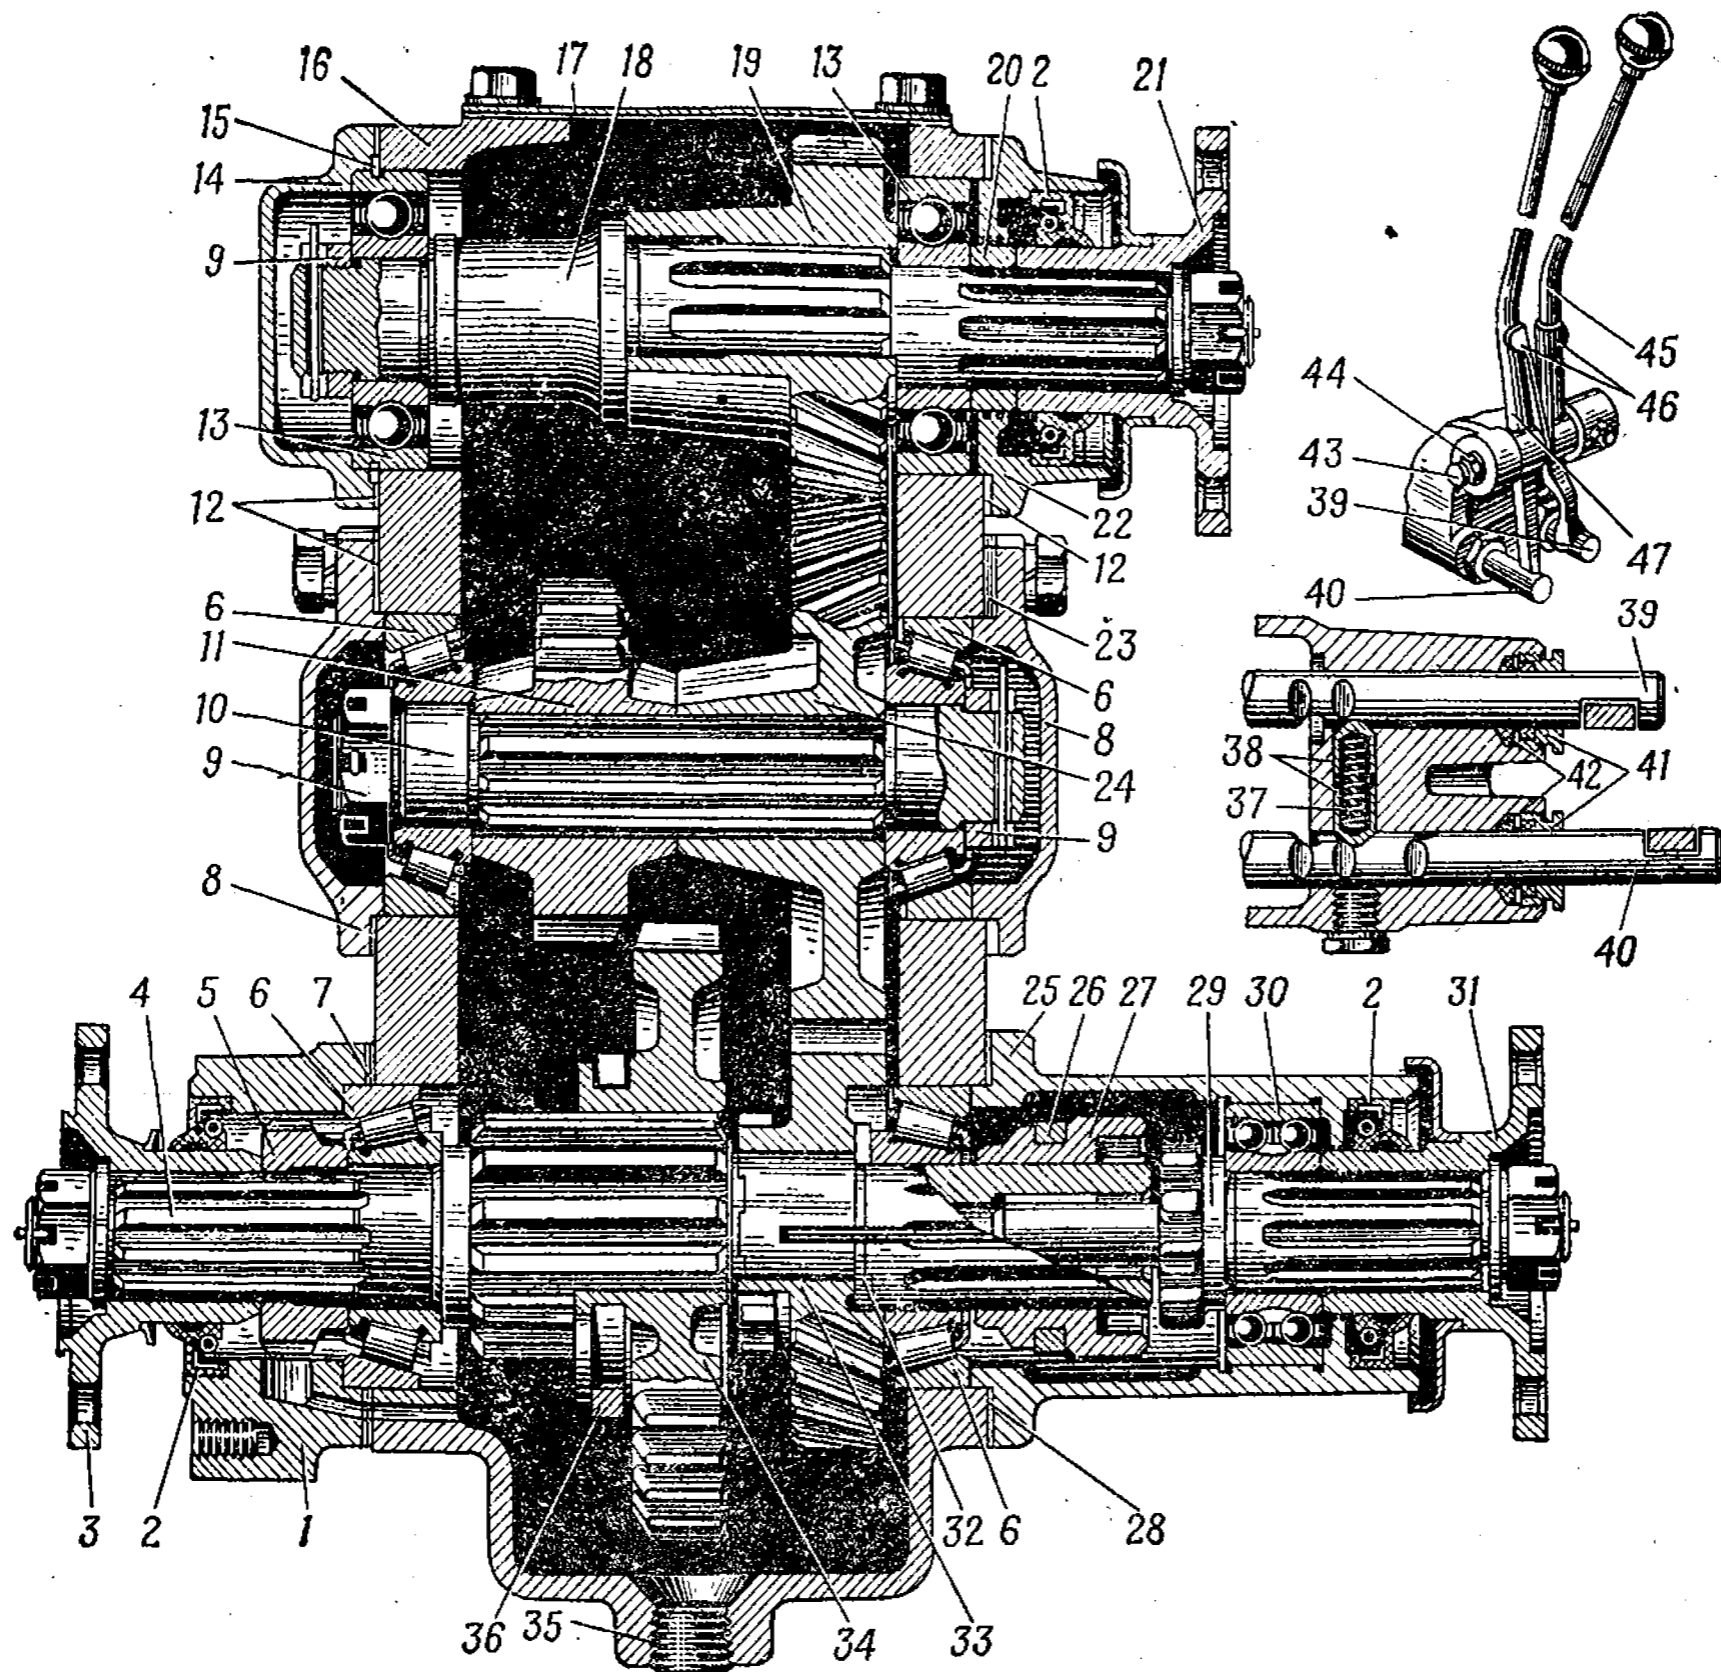

Рис. 109. Раздаточная коробка:
1. Вывернуть болты с пружинными шайбами крепления крышки 17 люка (рис. 109), снять крышку и прокладку	Ключ торцовый; сменная головка 12; отвертка В 175×0,7
45. Выпрессовать сальник 2 (рис. 109) из гнезда картера штоков